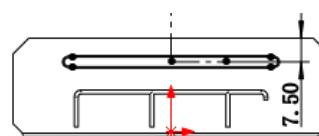

图 13.2.45 编辑草图
- (4) 编辑草图，如图 13.2.45 所示。退出草图环境，完成成形特征 2 的创建。